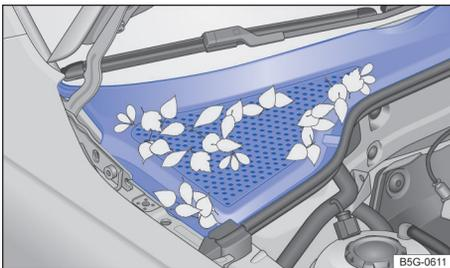

图 149 发动机舱和风窗玻璃之间：排水槽（示意图）
→图 149 →①。应由本公司特许经销商进行清洁发动机舱→▲。